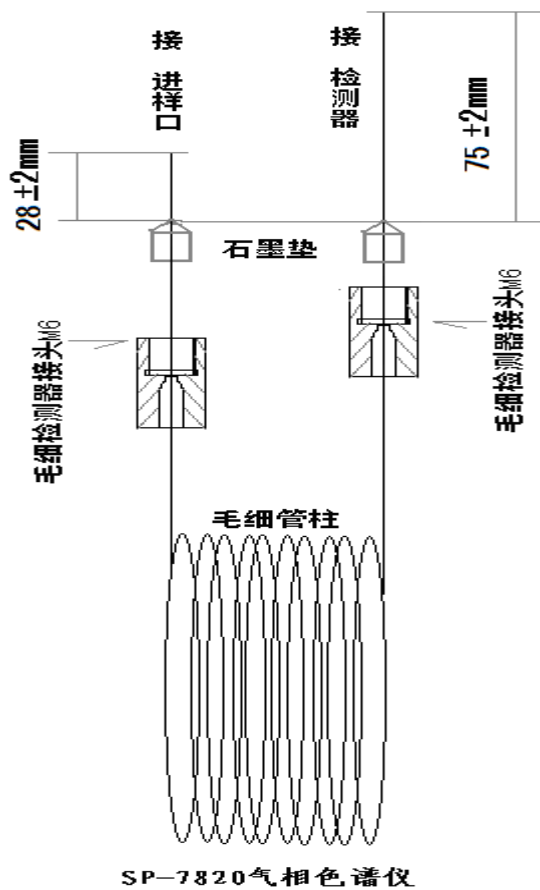

图 56 毛细管柱安装图
- b、测量柱端头插入深度 $70 \pm 2\text{mm}$ ，插入检测器；图 56。